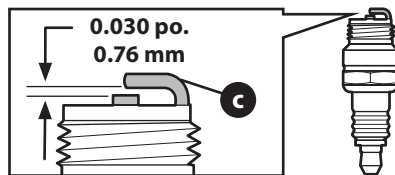

Figure 11
3. Mesurez l'écartement avec une jauge d'épaisseur. Pliez un peu le côté de l'électrode (v) pour ajuster l'écartement. (Figure 11). L'écartement doit être de 0,76 mm (0,030 po).